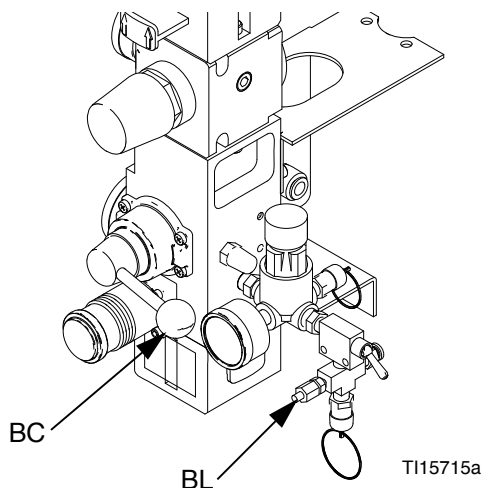

Рис. 4. Переливной клапан уплотнения и шумоглушитель с клапаном
- **Переливной клапан уплотнения (ВЛ).** Данный клапан стравливает воздух из надувного уплотнения для сужения барабана. Место расположения клапана в системе с открытым модулем управления потоком воздуха см. на Рис. 3. При наличии закрытого модуля управления потоком воздуха клапан располагается внутри коробки с модулем. См. Рис. 4, стр. 16.
**ПРИМЕЧАНИЕ. При наличии закрытого модуля управления потоком воздуха нужно выполнить следующие действия.** Для увеличения или уменьшения скорости хода пластины подъемника вниз отрегулируйте положение клапана на шумоглушителе (BN) в коробке управления. См. Рис. 4, стр. 16.
**При наличии открытого модуля управления потоком воздуха нужно выполнить следующие действия.** Для увеличения или уменьшения скорости хода пластины подъемника вниз отрегулируйте положение клапана блока управления (BC).